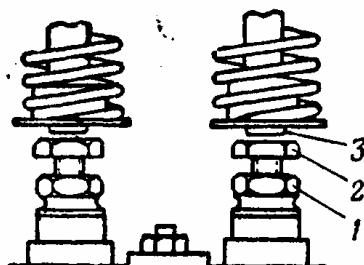

Рис. 14. Клапанный механизм мотоцикла М-72:
- ослабить контргайку 1 (рис. 14) регулировочного болта;